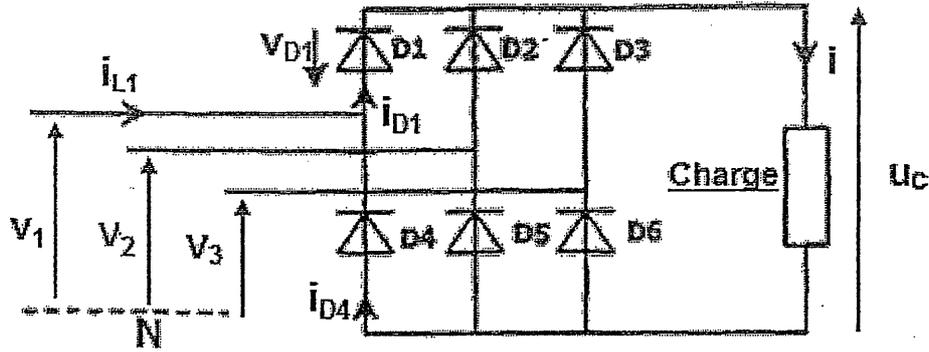

Figure 2
3. Représenter sur le document réponse N°1, l'allure de  $u_c(t)$  et de  $i_D(t)$  sur les figures 2 et 3 /1
tension continue à partir du réseau triphasé. La figure 2 représente le pont redresseur fixe à diodes du variateur de vitesse.